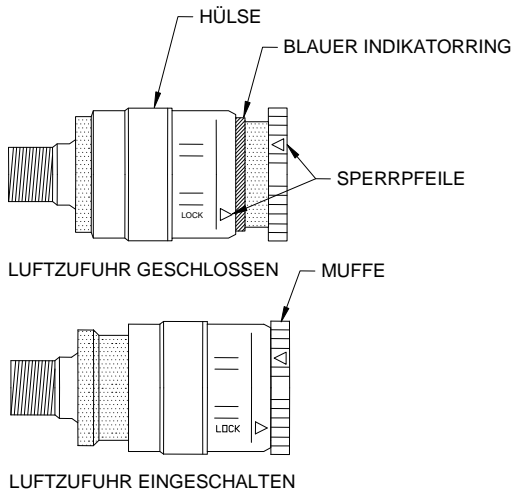

ABBILDUNG 4: LUFTZUFUHR
1. Drücken Sie den aufnehmenden Schnellanschluss des Schlauchs über das Gegenstück am Kingset™-Werkzeug. Nach dem vollständigen Anschluss sehen Sie einen blauen Indikatorring (Abb. 4).